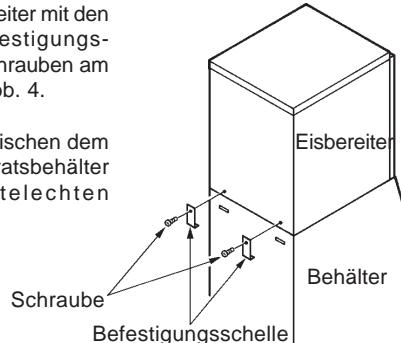

Abb. 4
4) Befestigen Sie den Eisbereiter mit den beiliegenden zwei Befestigungsschellen und den zwei Schrauben am Vorratsbehälter. Siehe Abb. 4.